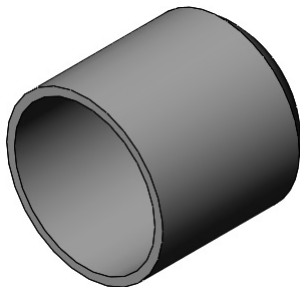

图 4-93 生成实体模型抽壳
- [5] 单击【确定】按钮，生成实体模型抽壳，如图 4-93 所示。